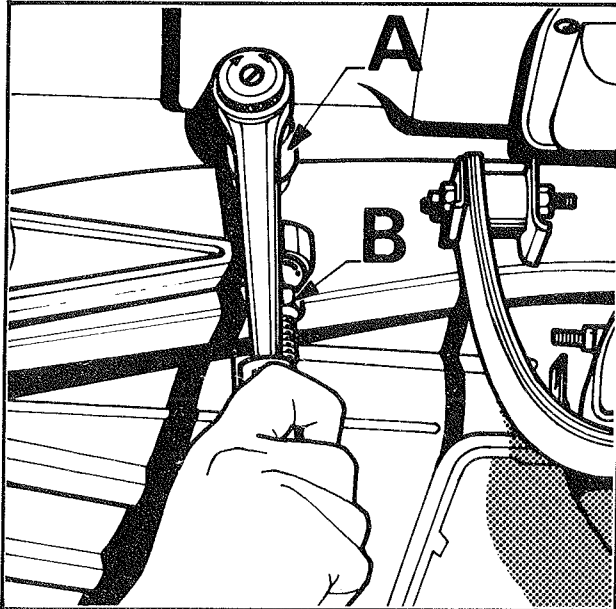

Fig. 1
- Desserrer l'axe de la vis de réglage (A) (Fig. 1)